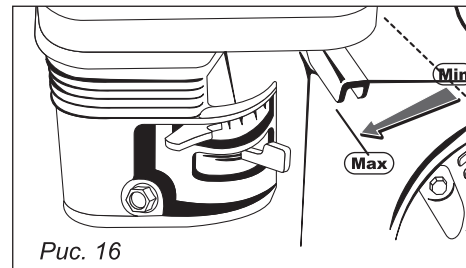

Рис. 16
1. Убедитесь, что рычаги управления приводом и шнеком в исходном положении. Передвиньте рычаг управления дроссельной заслонкой в среднее положение (рис. 16).